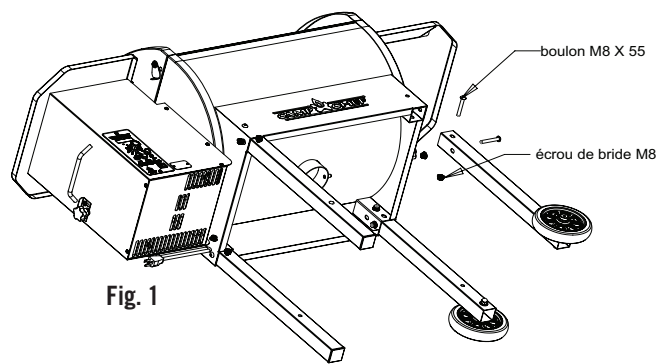

Fig. 1
- Monter chacun des 4 pieds comme indiqué sur la Fig. 1. S'assurer que les pieds équipés de roulettes sont attachés du côté droit du barbecue, les roulettes se trouvant vers l'extérieur.